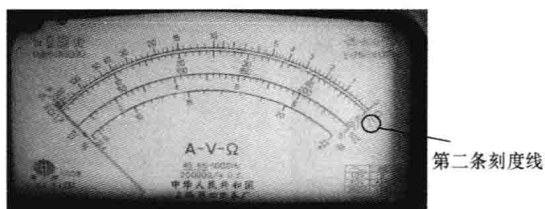

图 4-32 读第二条刻度线
(5) 仔细观察表盘，直流电压挡刻度线是第二条刻度线，如图 4-32 所示。